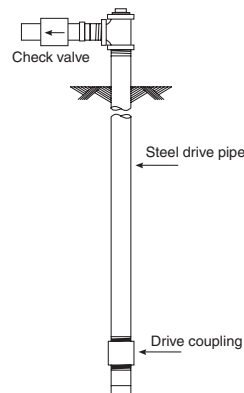

FIGURE 2 – INSTALLATION D'UN Puits À POINTE FILTRANTE
1. Raccordez le tuyau d'aspiration à la pointe filtrante (figure 2). Gardez le tuyau horizontal aussi court que possible. Utilisez du ruban d'étanchéité pour filetage de tuyau en PTFE sur le filetage extérieur. Il peut être nécessaire d'utiliser plusieurs pointes filtrantes pour obtenir un débit d'eau suffisant pour le pompage.
2. Pour aider l'amorçage dans les installations de pointes filtrantes, installez le clapet de non-retour comme illustré à la figure 2. Assurez-vous que la flèche du clapet de non-retour indiquant le sens de l'écoulement pointe vers la pompe.